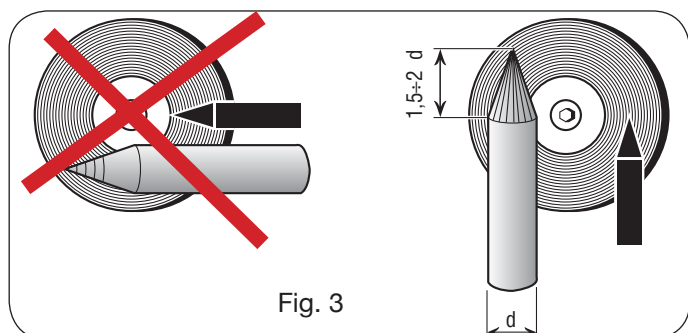

Fig. 3
E' necessaria una particolare attenzione nella preparazione della punta dell'elettrodo. Smerigliarla in modo che presenti una rigatura verticale come indicato in fig.3.
• Smerigliare l'estremità dell'elettrodo di tungsteno in forma conica per una lunghezza di 1,5 - 2 volte il diametro dell'elettrodo.(fig. 3)